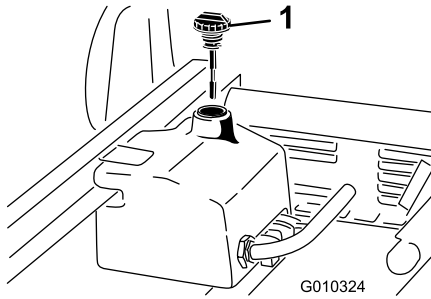

図 72
- 油圧オイルタンクの注油口周辺をきれいに拭き、キャップを外す **図 72**。
6. 補給口の首からディップスティック 図 72 を抜き、ウェスできれいに拭う。